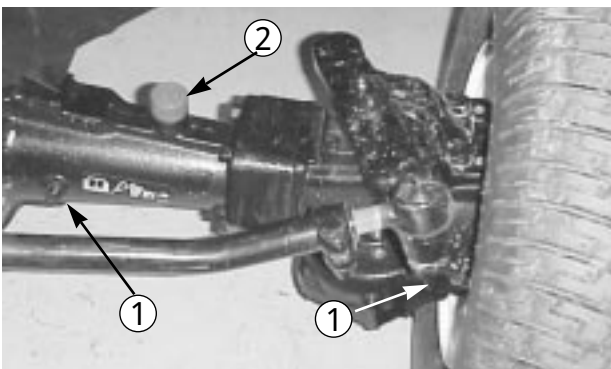

図 20
- アクスルの各端から点検用プラグ（図20、21）を抜き、穴の上面まで潤滑油があることを確認する。